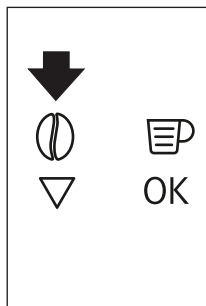

Fig. 15
- ▶ Después de utilizar la máquina con café premolido, para volver a hacer café con granos, desactive la función de café premolido pulsando la tecla táctil Ⓞ (B4) (Fig. 15).